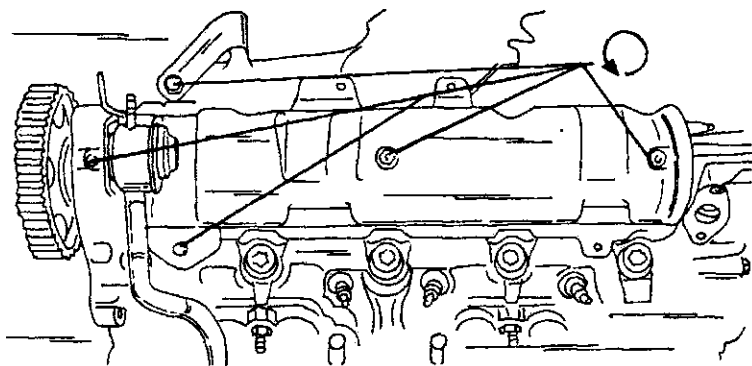

Рис. 47. Крепление крышки головки цилиндров указано стрелками (8-клапанный двигатель).
- Снять зубчатый ремень с зубчатых шкивов и с натяжного ролика. Для этого, пользуясь рисунком 46, ослабить натяжитель ремня (1), отжать натяжитель наружу и снять зубчатый ремень со шкивов. На всякий случай рекомендуется отметить стрелкой на ремне (краской) направление вращения ремня. При установке прежнего ремня учитывать направление стрелки. Не допускать контакта ремня с маслами и смазками и не перегибать ремень. Рекомендуется повесить зубчатый ремень на крюк или на гвоздь на стене. После этого 8-клапанный двигатель выглядит так, как показано на рисунке 46. На 16-клапанном двигателе имеется натяжитель ремня (1) на рисунке 33. Шкив (или шкивы) лучше хранить на распределительных валах.
- Снять крышку головки цилиндров. Крышка крепится одним болтом со стороны распределителя, одним болтом в середине и тремя болтами со стороны зубчатых шкивов (Рис. 47).